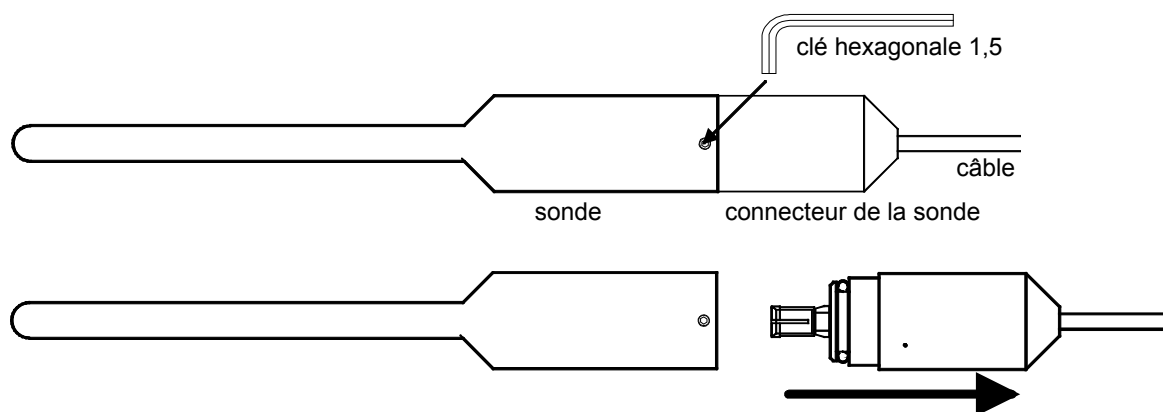

Figure 10
- (2) Retirer le boîtier électronique de son cadre en exerçant une pression en haut du dos du boîtier, pour le déboîter du cadre.
- (3) Dévisser et retirer avec précaution le connecteur du tube de la sonde. Voir Figure 10.
- (1) Dévisser et retirer avec précaution le connecteur du tube de la sonde. Voir Figure 10.
- (2) Connecter la nouvelle sonde. Remettre la vis.
- (3) Effectuer une calibration comme décrit en 7.7.
- (4) Le **onecal** est de nouveau prêt à l'emploi.